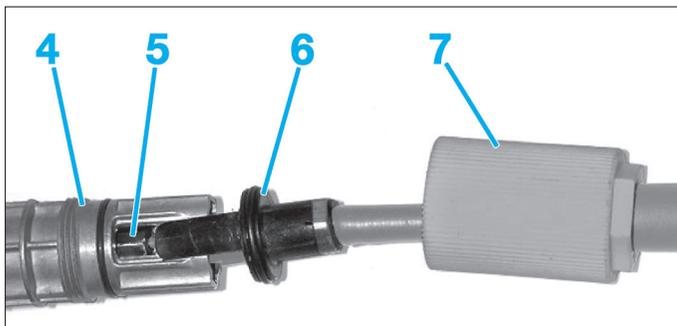

Fig. 31
- Dévisser l'écrou (7) (Fig.31).
- Faire glisser l'écrou (7) sur le câble primaire.
- Tirer sur la butée (6).
- Dégager l'embout de câble (5) du groupe frein de stationnement à commande électrique (4).
- Déposer le groupe frein de stationnement à commande électrique (4).